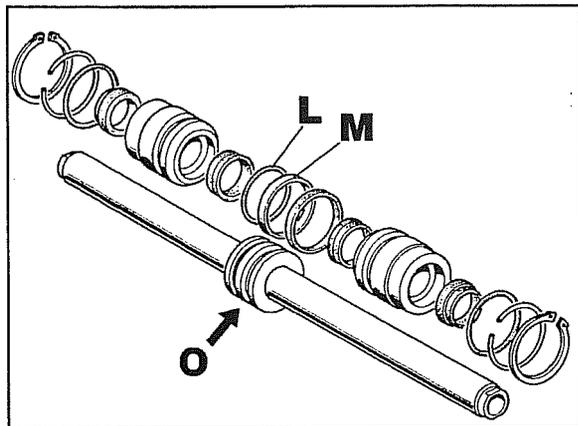
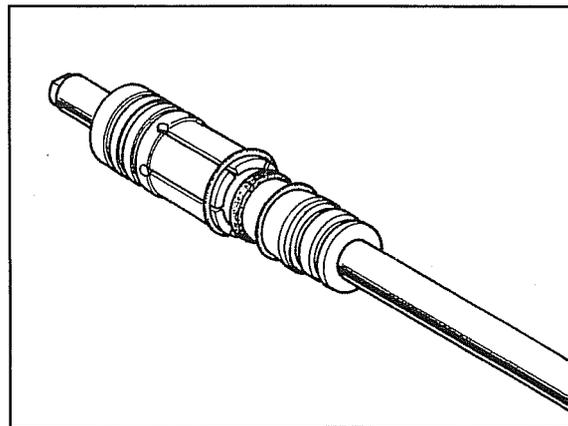

Fig. 72
Fig. 73
La fig. 72 muestra los componentes internos del cilindro de dirección.
- Para reensamblar los anillos **L-M** fig. 72 en el alojamiento **O** del pistón, es necesario usar el centrador combinado **N** fig. 73.